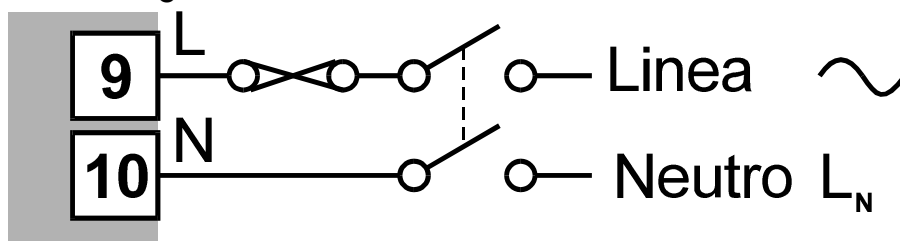

Figura 3-2 Conexiones con la Red del Alimentación Principal
**ATENCIÓN:** Este aparato está diseñado para ser instalado en un entorno que disponga de la adecuada protección contra descargas eléctricas. Se han de respetar escrupulosamente las normas locales que regulan los montajes eléctricos. Es necesario tomar medidas para evitar que el personal no autorizado tenga acceso a los terminales de potencia. La corriente se ha de conectar a través de un seccionador bipolar (situado preferentemente al lado del Controlador) y un fusible de 1A, según lo mostrado en la Figura 3-2.